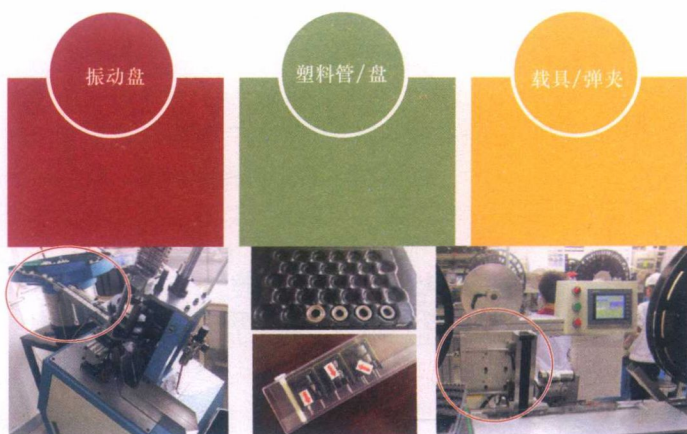

图 1-7 散料的包装方式和供料机构
(2) 来料包装 产品装配涉及的物料多种多样,而且可能来自不同的供应商,制造过程必然少不了包装和运输环节。一般来说,固体物料状态有两种:散料(处于杂乱无序的离散状态)和连料(处于规则有序的连接状态),这两种状态对应着不同的包装方式,也对应着不同的供料机构,分别如图 1-7 和图 1-8 所示。开展项目前,应该有一个评估供应商物料包装方式的环节,确认其是否适